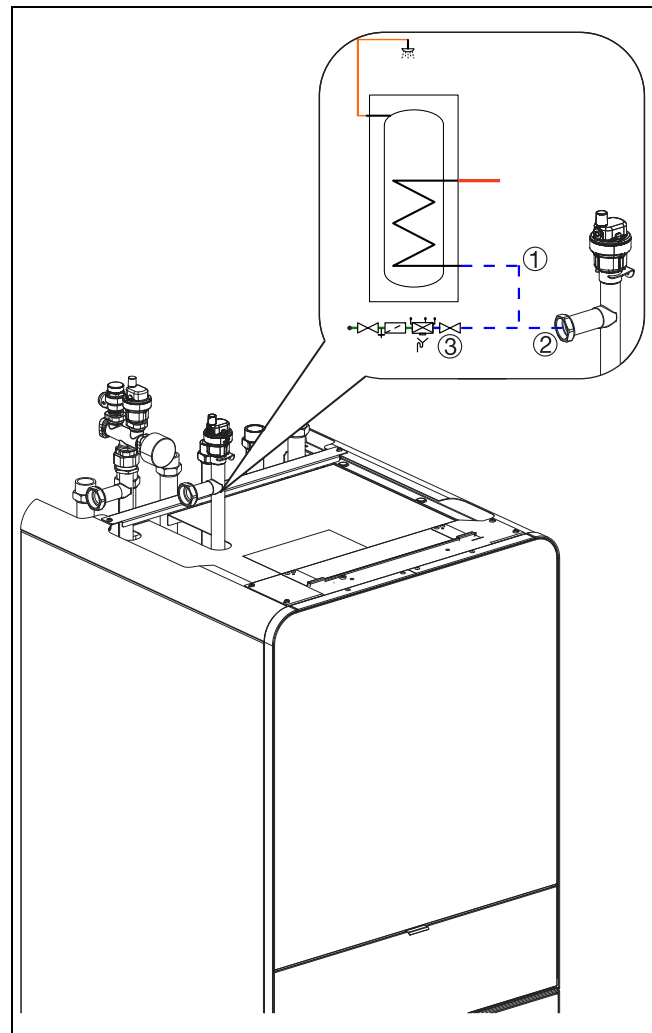

Bild 9 Die Befüllung der Heizungsanlage und der Heizkörper muss über die Rücklaufleitung zur Wärmepumpe erfolgen.
- Die WW-Rohrleitungen zwischen der Inneneinheit und dem seitlich platzierten Warmwasserspeicher installieren. VW2 Füllhahn am Rücklaufrohr der WW-Rohrwendel (kalt) installieren, siehe Abb. 9.